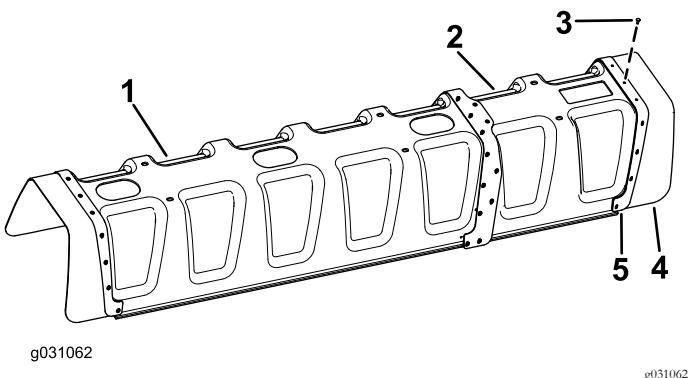

Figura 7
3. Utilizando 11 rebites cegos (3/16 pol. x 1/2 pol.) e anilhas (3/16 pol.), instale a cobertura de borracha e placa de reforço (da cobertura de 11 bicos) na cobertura de 12 bicos (Figura 7).